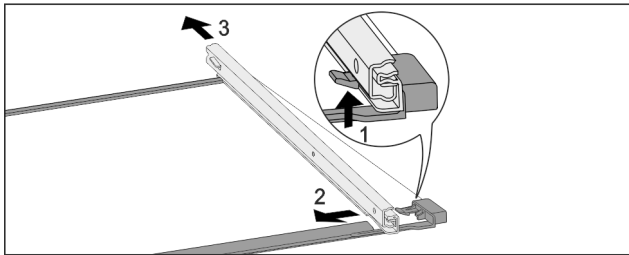

Fig. 81 Стеклопластина с направляющими
- ▶ Отожмите передний стопорный крючок вверх. Fig. 81 (1)
- ▶ Сдвиньте выдвижную направляющую в сторону Fig. 81 (2) и назад Fig. 81 (3).